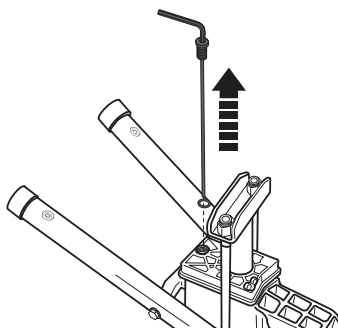

Fig. 8b
- Dévissez la vis du réservoir [21], puis sortez la jauge. Faites attention au joint (Fig. 8b).